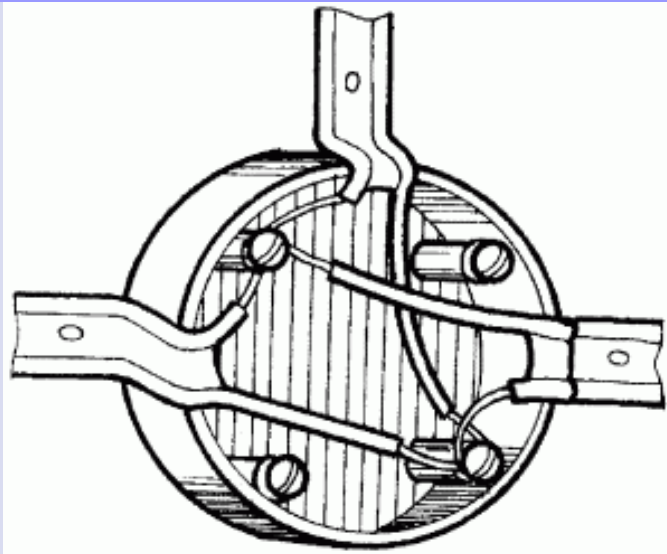

Рис. 25. Соединения проводов в разветвительной коробке.
- соединения и ответвления проводов должны производиться только в соответствующих коробках с закрывающейся крышкой. Кстати, в соединительных и разветвительных коробках провода можно стягивать винтовыми соединениями, для этого в основания коробок запрессовываются гайки или винты (рис. 25);